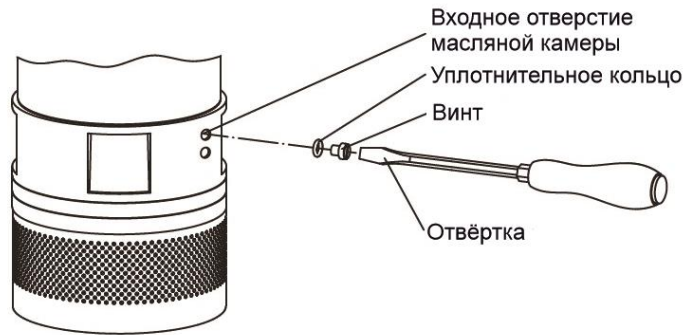

Рис. 20 Контроль и замена масла.
3.3.1.1. Выкрутить масляную пробку (Рис.20) и извлечь немного смазки для контроля.